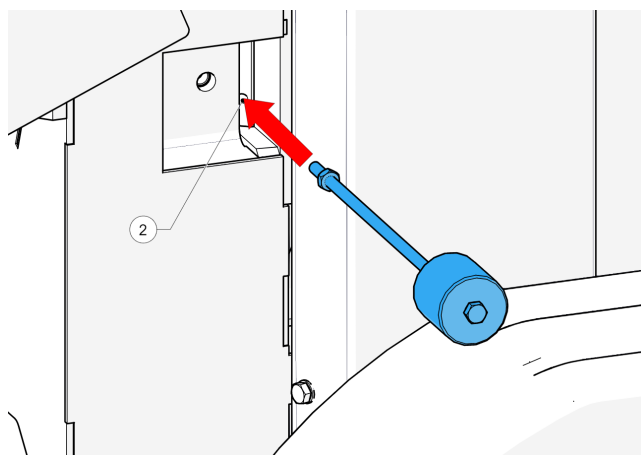

Figure 65 - Marteau à inertie
8. Insérez un marteau à inertie approprié dans le trou M8 (2 sur la Figure 65).